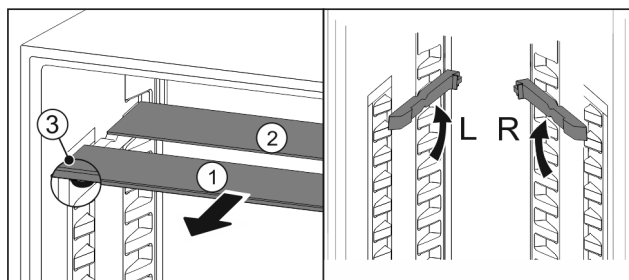

Fig. 110
- ▶ Træk glaspladerne ud enkeltvis fremad Fig. 110 (1).
- ▷ Glaspladen Fig. 110 (1) med pyntelisten ligger foran.
- ▷ Stoppene Fig. 110 (3) peger nedad.